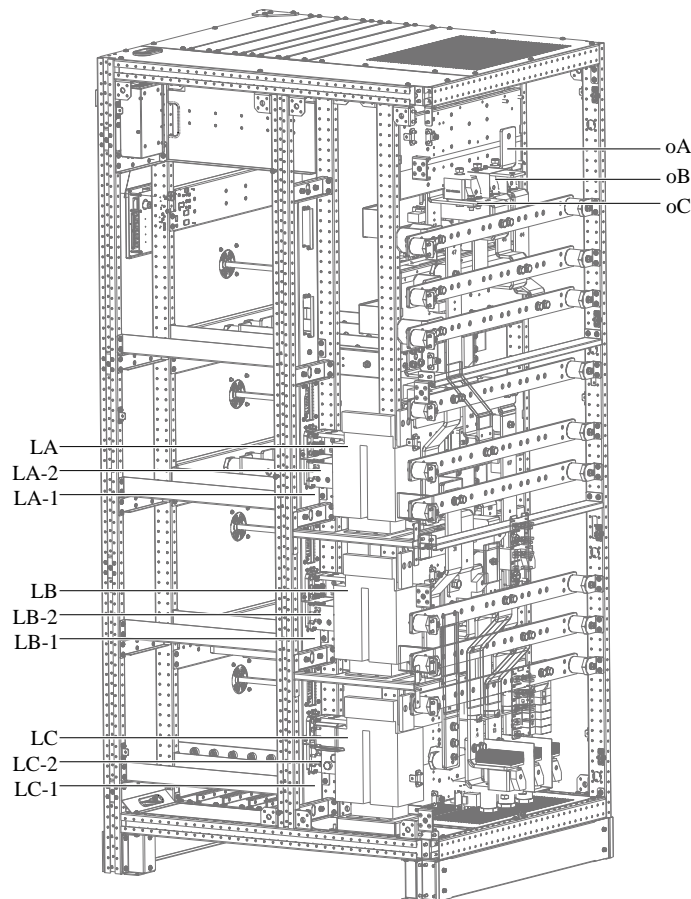

图8-1 旁路均流电感安装图
6. 将三个旁路均流电感放置于图中的 LA、LB、LC 位置上，用六角头组合螺钉 M12×30（3 个）将旁路均流电感输入端子 LA-1、LB-1、LC-1 用功率线缆 bA/L1-B(A)、bA/L1-B(B)、bA/L1-B(C) 一端连接，如图 8-1 所示位置。接在旁路输入铜排处的另一端保持不变。
7. 用六角头组合螺钉 M12×30（6 个）和电缆 W07(bA)、W08(bB) 和 W09(bC) 将旁路均流电感的输出端子 LA-2、LB-2、LC-2 与旁路功率模块铜排相连接，如图 8-1 所示位置。